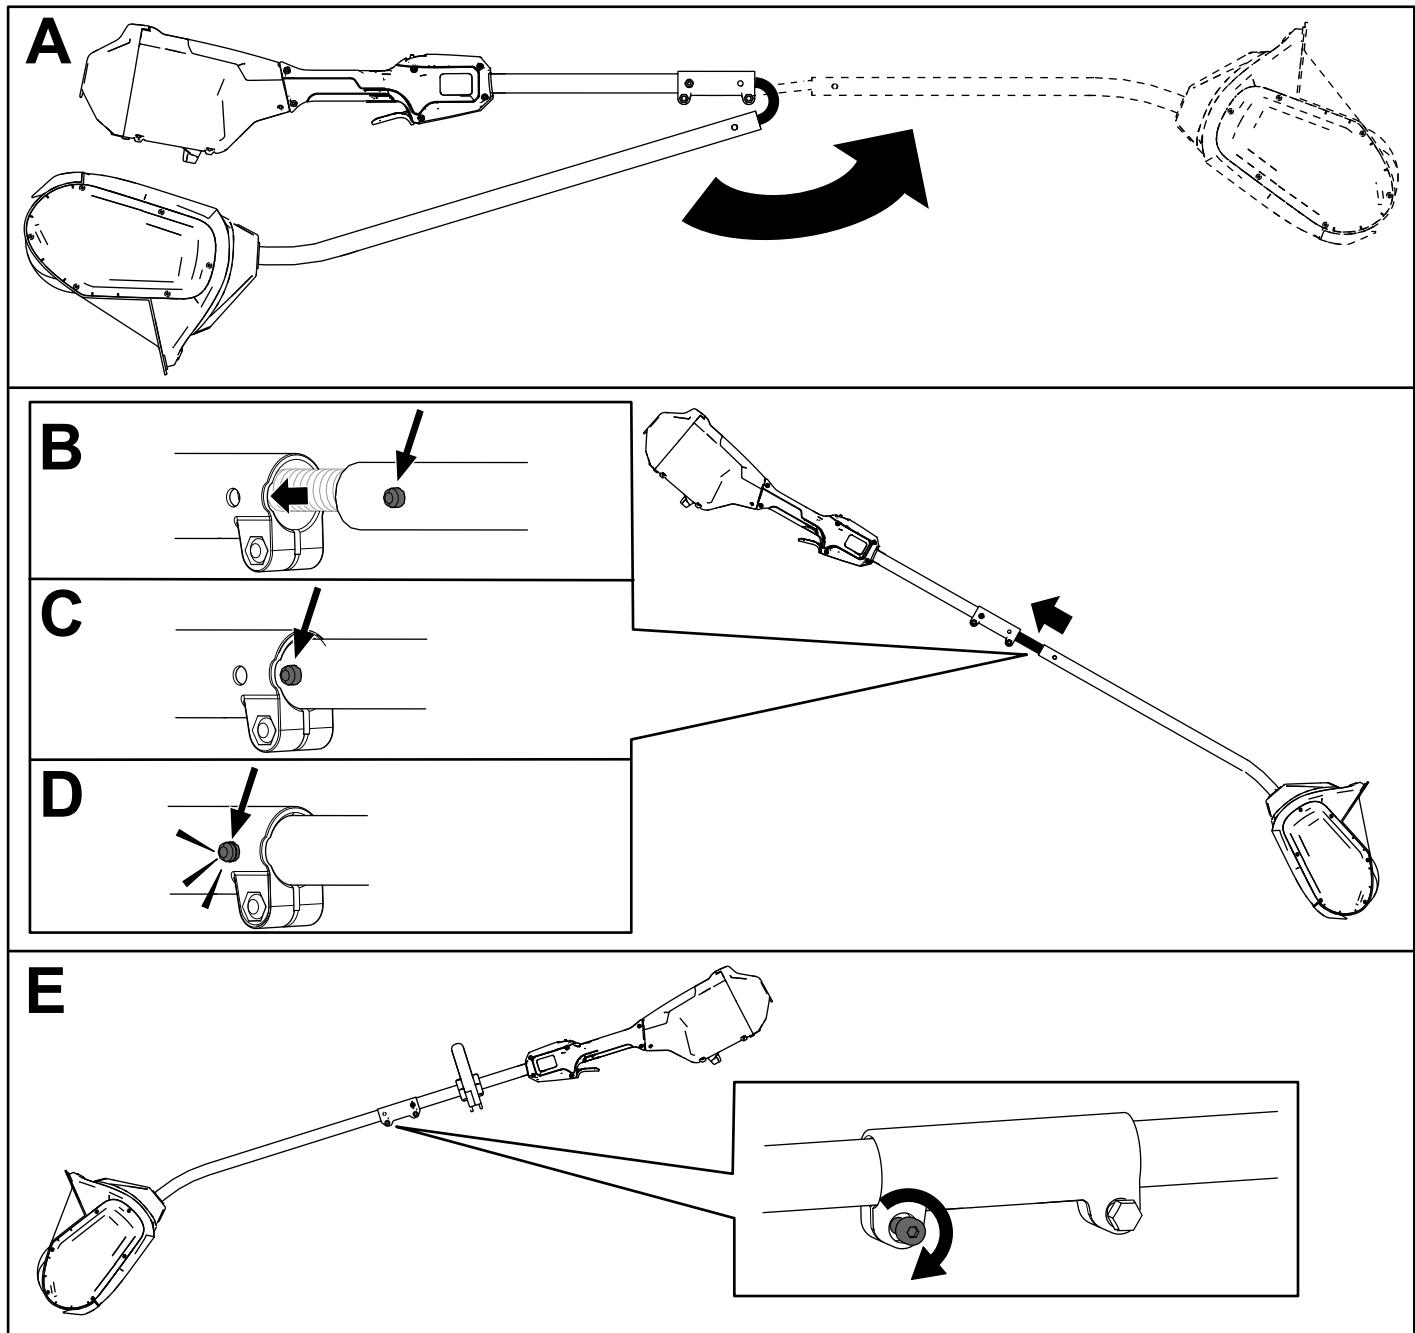

Bild 3
1. Klappen Sie den Holm auf (A in Bild 3).
2. Richten Sie den Verriegelungsstift am unteren Stiel mit dem Loch am oberen Stiel aus und schieben Sie beide Teile zusammen (B und C in Bild 3).
- Hinweis:** Der Verriegelungsstift klickt in das Loch ein, wenn beide Stielteile verbunden sind (D in Bild 3).
3. Ziehen Sie die Schraube auf dem Stielverbindungsstück mit dem mitgelieferten Innensechskantschlüssel fest (E in Bild 3).